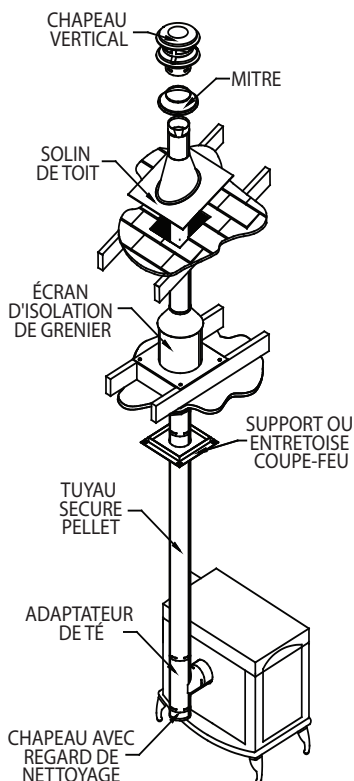

Figure 10
3. Si la sortie du conduit de fumée est à l'arrière du poêle et qu'une installation intérieure est désirée (**Figure 10**) :